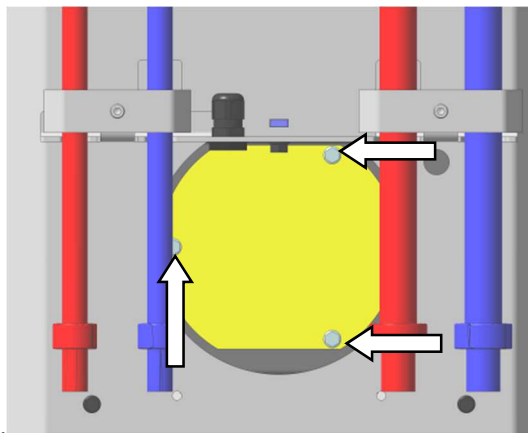
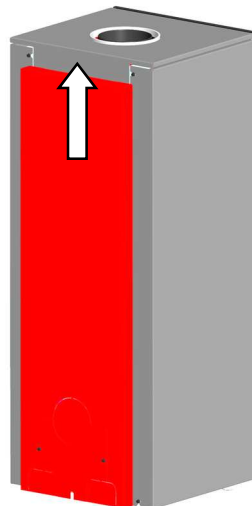

Abb. 10: Blindeckel
Abb. 13: Abnahme Rückwand
2. Den Blindeckel hinten durch Lösen der drei Schrauben demontieren (siehe Abb. 10). Der Deckel befindet sich hinten unten im Ofensockel. Für den Zugang muss die Rückwand demontiert werden (Abb. 13 Seite 15),
Die Rückwand nach oben aus den Laschen heben (siehe Abb. 13). **Es müssen keine Verschraubungen gelöst werden!**